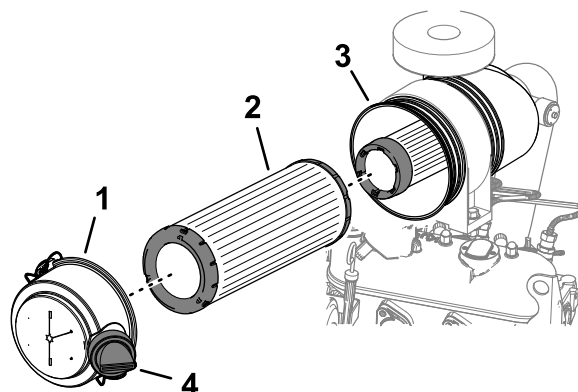

Figure 62
5. Déposez le préfiltre (Figure 62).